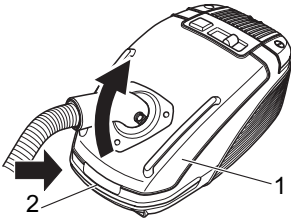

Abb. 17
1. Drücken Sie die Entriegelungstaste (Abb. 17/2) und öffnen Sie den Staubraumdeckel (Abb. 17/1).